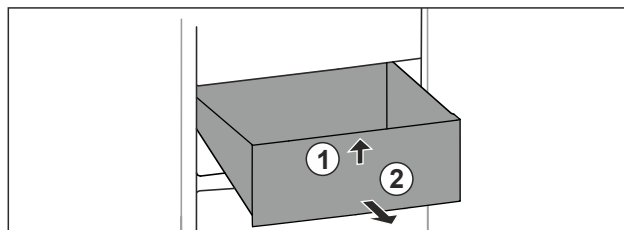

Fig. 97
- ▶ Schubfach vorne anheben. Fig. 97 (1)
- ▶ Schubfach nach vorne entnehmen. Fig. 97 (2)